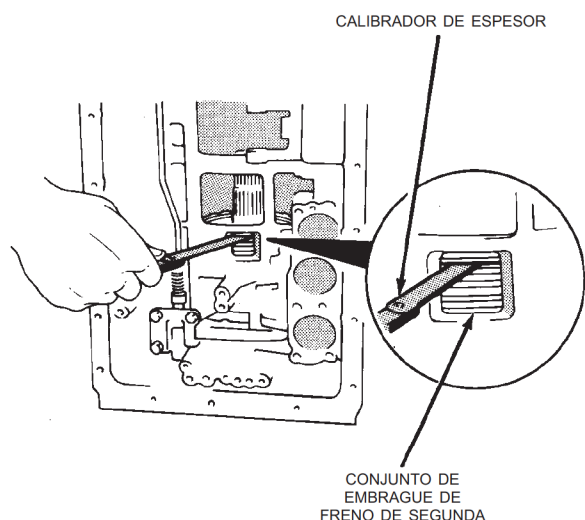

Fig. 112 Verificación de la holgura del conjunto de embrague de freno de segunda
(46) Mida la holgura del conjunto de embrague de freno de segunda (Fig. 112). La holgura debería ser de 0,62 – 1,98 mm (0,0244 – 0,0780 pulg.). Tome nota de la medición para utilizarla durante el reensamblaje.